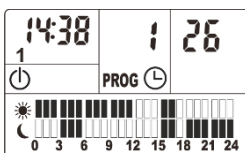

Fig.5
8. Pulse o espere 10 segundos para guardar automáticamente la configuración. (ejemplo de configuración Fig.5)